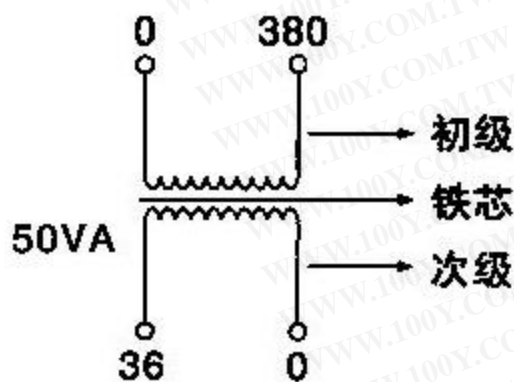
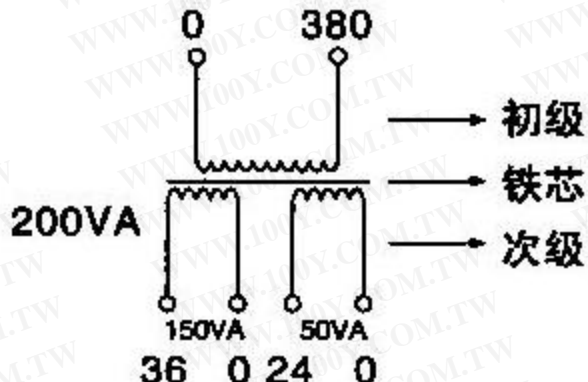
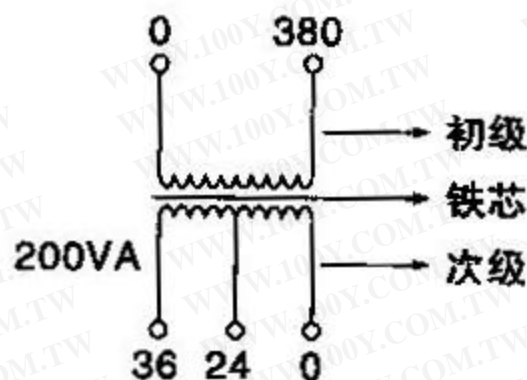
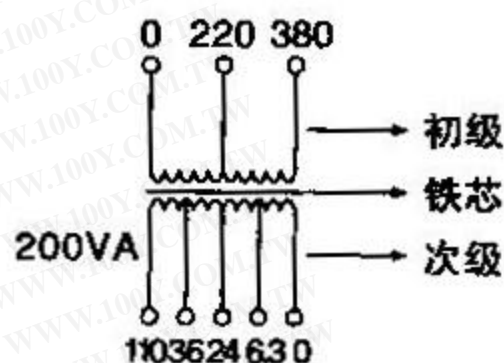

图1 单独绕组
图2 分立绕组
图3 混合绕组
图4 连续式中间带抽头绕组
3.2.3 本系列变压器的线圈，当初次级只有一个绕组时，可担负全部额定的容量；若有多个绕组时，则按各绕组应能承担负载的容量分配；但各绕组的容量之和不得超过总容量，见图1、图2、图3、图4。
3.2.4.1 例如图1, BK、JBK、BKC、JMB、BJZ、DG、BZ-50型容量50VA, 输入电压380V, 输出电压36V。因为初、次级只有一个绕组, 所以它可以担负全部容量50VA。
3.2.4.2 例如图2, BK、BKC、JMB、BJZ、DG、BZ-200型, 容量200VA, 输入电压380V, 输出电压36V、150VA、24V、50VA。因为图中初级只有一个绕组, 所以它所承担的容量是额定容量200VA, 次级有两个分开的单独绕组, 而且各绕组容量已标明, 所以它们各自承担容量, 但总量之和200VA。
3.2.4.3 例如图3, BK、JBK、BKC、JMB、BJZ、DG、BZ-200型, 容量200VA, 输入电压380V, 输出电压36V、24V。因为图中初级只有一个绕组, 所以它所承担的容量是额定容量200VA, 次级中有中间抽头, 所以次级的最高电压36伏单独使用时, 才能带200VA的负载。24V则不能带200VA的负载, 只能带133VA的负载。因为次级总电流  $I_2 = \frac{P_e}{U_2} = \frac{200VA}{36V} = 5.55A$  所以单独使用24V时的容量 =  $24V \times 5.55A = 133VA$ , 如果36V、24V同时使用时, 其电流之和也不能大于5.55A, 总之, 无论输出电压
3.2.4.4 例如图4，BK、JBK、BKC、JMB、BJZ、DG、BZ-200型，容量200VA，输入电压380V、220V，输出电压110V、36V、24V、6.3V。从图4中我们可以看出：初、次级绕组中都有中间抽头。初级的最大使用电流  $I_1 = \frac{P_e}{U_1} = \frac{220VA}{380V} = 0.526A$ ，所以无论使用220V或是380V时，其电流不能超过0.526A；即使用380V时，该变压器的容量是200VA，使用220V时，该变压器的最大容量是： $\frac{200VA}{380V} \times 220V = 116VA$  所以这时200VA的变压器则成了116VA的变压器了；同时次级容量也随之减小到116VA，次级的最大使用电流取决于初级的使用情况，如果初级接380V的电压上，此时的变压器应是200VA，所以次级电流应为  $I_2 = \frac{P_e}{U_2} = \frac{220VA}{110V} = 1.8A$ 。
6.1 购买前，先估算好您所使用的电器总容量，参考图1-图4的结构，选用留有一定容量的变压器，确保瞬时起动时不烧坏变压器。
7.1 变压器的型号、规格、容量、初、次级电压及次级电压的容量分配或参考图1-图4的举例来选择适合您自己的产品。